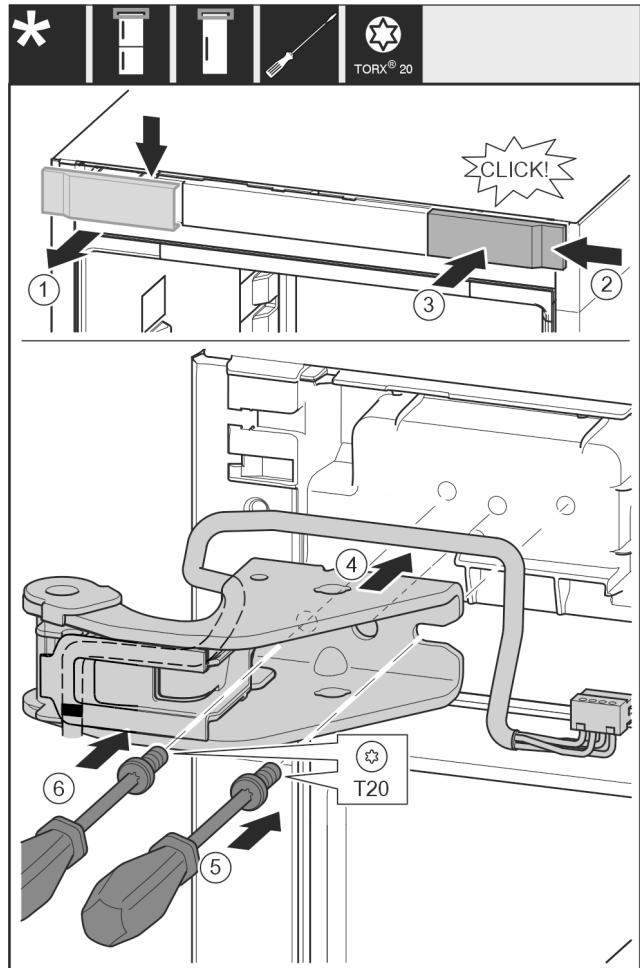

Fig. 20
- Skinite pokrov odozgo prema naprijed. Fig. 20 (1)
- Objesite pokrov okrenut za 180° na drugoj strani s desne strane. Fig. 20 (2)
- Pustite da pokrov uskoči. Fig. 20 (3)
- Postavite gornji podložak ležaja. Fig. 20 (4)
- Odvijačem T20 umetnите i pritegnite vijak. Fig. 20 (5)
- Odvijačem T20 umetnите i pritegnite vijak. Fig. 20 (6)